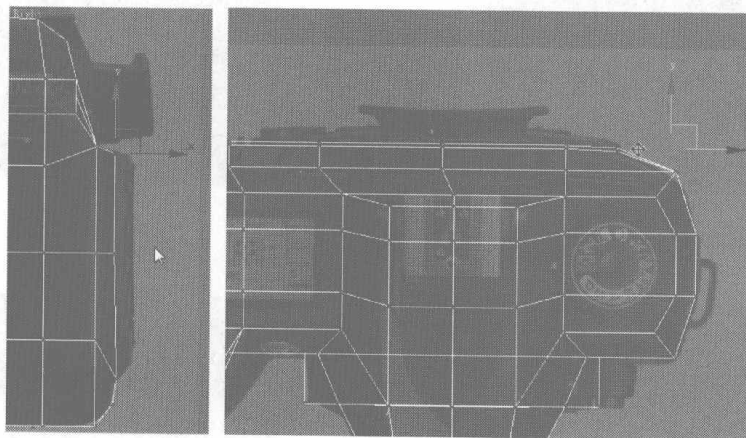
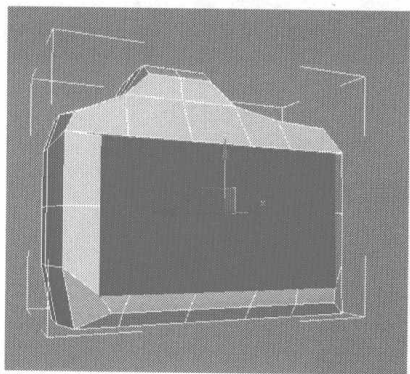
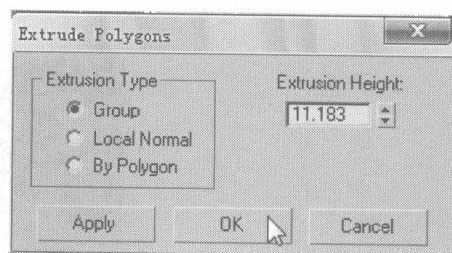

图 6.25
图 6.26
图 6.27
- 14** 切换为节点编辑，在 Right 视图中调整挤压面后的节点，如图 6.25 所示，再选择如图 6.26 所示的面，在 Edit Polygons 卷展栏中单击 **Extrude** 右侧的小按钮，在弹出的对话框中设置挤压参数，如图 6.27 所示。